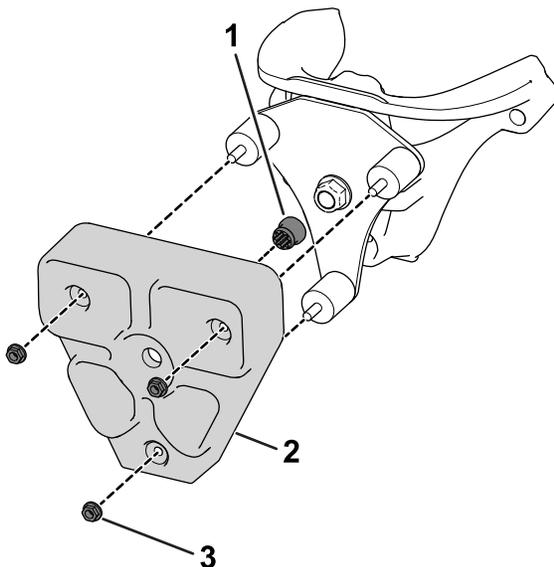

図 6
- 10. TMD ウェイトにハトメを取り付ける図6。
- 11. TMD ウェイトを取り付けプレートに固定するゴム製ダンパ用マウント3個とナット5/16 インチ3個を使用する図6。